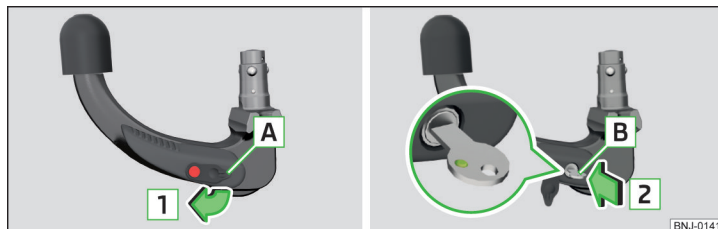

Fig. 243 Detașarea capacului de încuietoare/Introducerea cheii în încuietoare
- › Îndepărtați apărătoarea **A** de pe încuietoare, în sensul săgeții **1** » fig. 243.